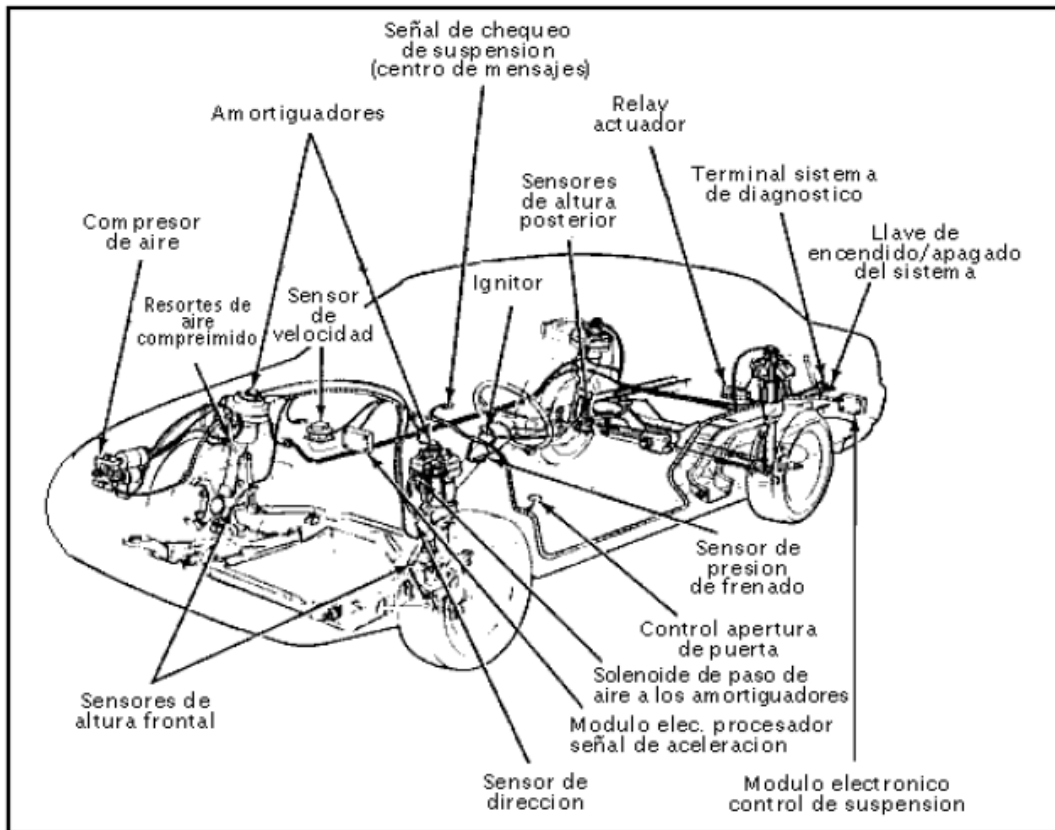

Fig. 2
- Algunos modelos de vehículos actuales están equipados con un Sistema de Dirección de Potencia de Asistencia Variable, sensible a la velocidad. (Fig. 2)
- El Sistema de Suspensión Activa utiliza un Módulo de Control Electrónico, Sensores de Variación de Altura del Vehículo y Amortiguadores de Dureza Variable para controlar la amortiguación de la suspensión. (Fig. 2)